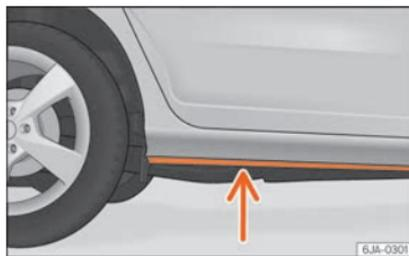

Fig. 220 Guado.
- prima di entrare nell'acqua, determinarne la profondità. Al massimo l'acqua può arrivare a lambire il longherone inferiore del veicolo »» fig. 220.